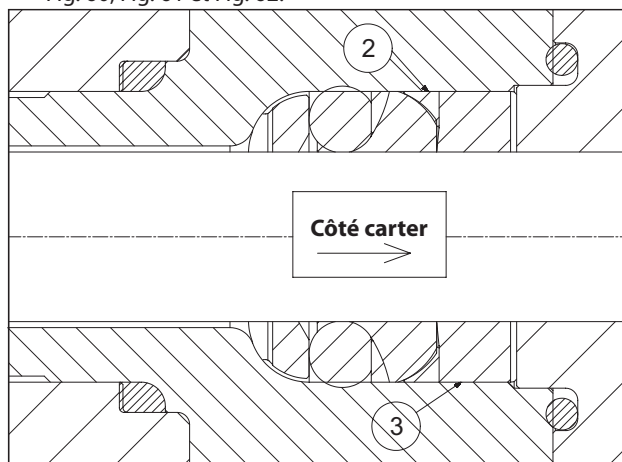

Fig. 62
- Introduire l'anneau anti-extrusion ② et la douille pour joints ③ en les positionnant comme le montrent les Fig. 60, Fig. 61 et Fig. 62.
Introduire la douille pour joints ③ dans la chemise avec les orifices d'évacuation tournés vers l'extérieur (côté carter) comme le montrent les Fig. 61 et Fig. 62.